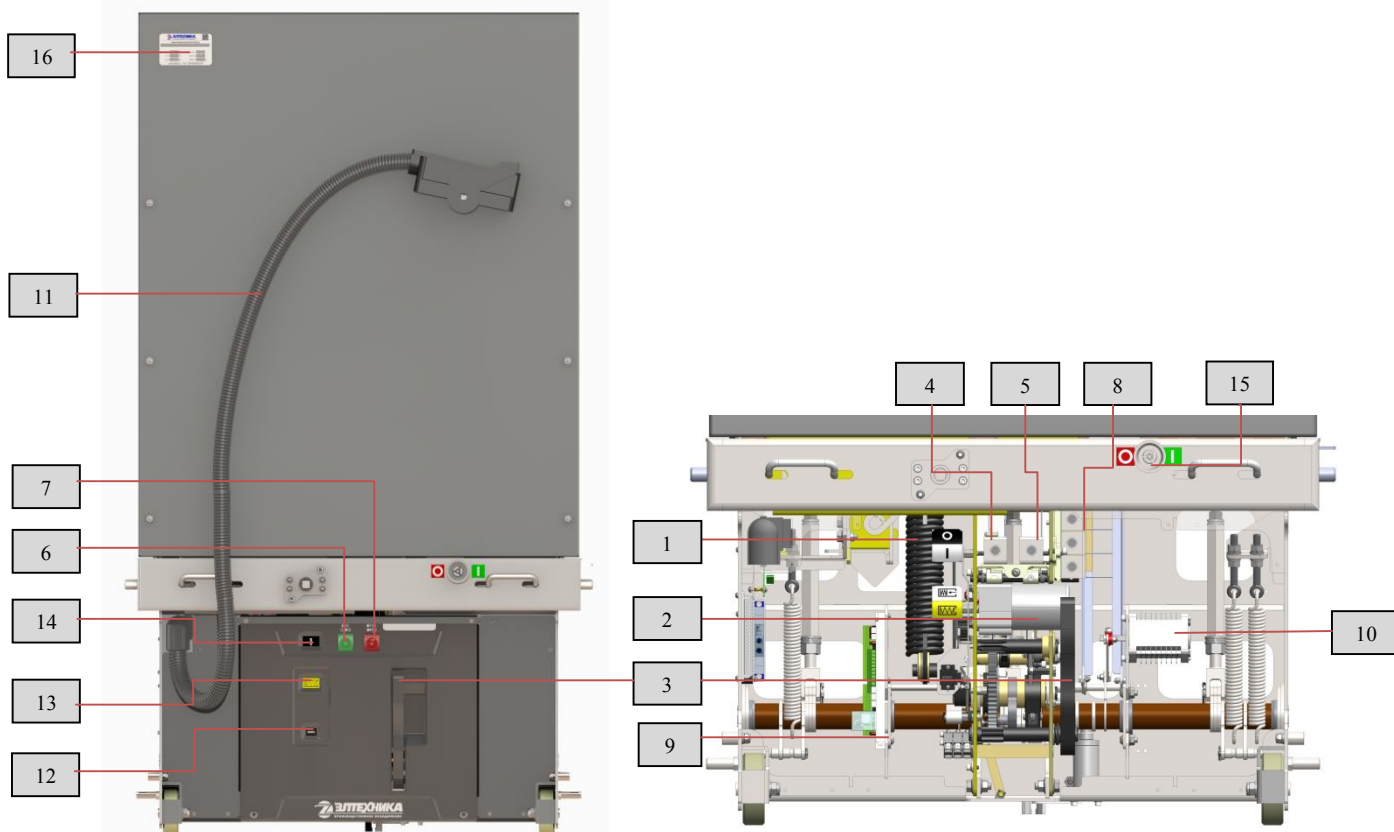
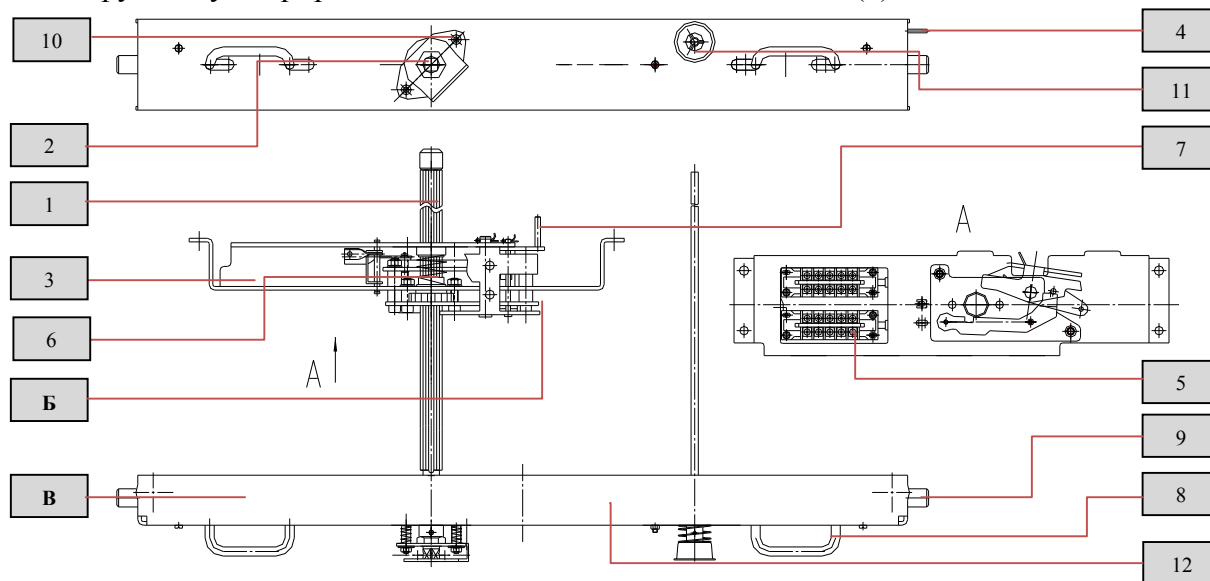
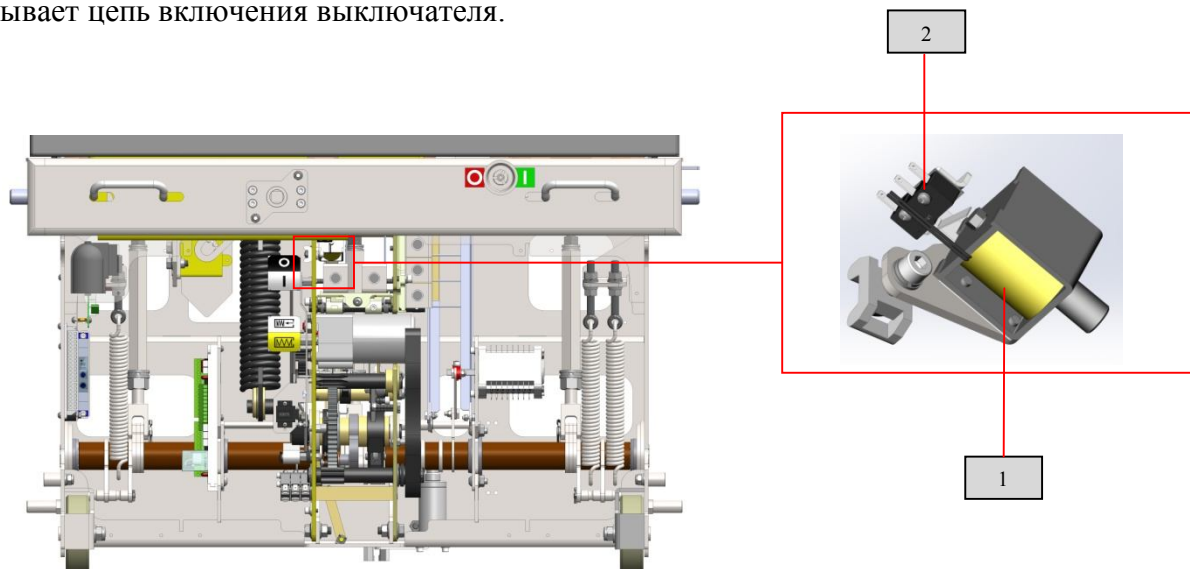

Рис. 3 Привод выключателя
Рис. 5 Тележка аппаратная
Рис. 6 Электромагнитная блокировка включения
Привод выключателя (рис. 3) представляет собой механизм, обеспечивающий размыкание и замыкание контактов ВДК с характеристиками, необходимыми для нормального функционирования выключателя.
Силовая пружина (1) удерживается во взведенном состоянии спусковым механизмом включения, который управляется электромагнитом включения (4) или кнопкой включения (6), или поворотом ключа оперирования рис. 6 установленного в гнездо (15). При подаче команды на включение спусковой механизм включения освобождает силовую пружину (1), которая переводит подвижные контакты ВДК во включенное положение, одновременно растягивая отключающие пружины привода (расположены снизу полюсов главной цепи) для подготовки привода к операции отключения, и дозводится (при наличии питания электродвигателя взвода пружины (2) для обеспечения возможности цикла О–ВО.
Тележка аппаратная (рис. 5) состоит из подвижной части (Б), к которой крепится выключатель при помощи 4 болтовых соединений М10, и неподвижной (В), являющейся опорой привода подвижной части. Перемещение подвижной части относительно неподвижной осуществляется посредством винта (1) при помощи рукоятки оперирования выкатным элементом (рис. 6), которая устанавливается в гнездо (2).
1.4.1.5.1. Механическая блокировка перемещения выкатного элемента (10) при открытой двери ячейки препятствует установке рукоятки оперирования выкатным элементом в гнездо (2) (рис. 5).
1.4.1.5.2. Внешняя механическая блокировка (4) расположена на правой боковой стенке неподвижной части тележки аппаратной и предназначена для обеспечения двусторонней механической связи с заземлителем и другими коммутационными аппаратами ячейки (рис. 5). Нажимная планка блокировки заземлителя (4) управляет шторкой гнезда оперирования заземлителем, разрешая оперирование им только в контрольном (выкаченном) положении выключателя. С другой стороны, механизм заземлителя воздействует на планку (4) и блокирует винт привода тележки (1), при включенном заземлителе (рис. 5).
1.4.1.5.3. Механическая блокировка включения выключателя (7) запрещает перемещение подвижной части (Б) тележки аппаратной из фиксированного положения (рабочего или контрольного) при включенном выключателе, а также блокирует включение выключателя в промежуточном положении подвижной части (Б) тележки аппаратной (рис. 5).
1.4.1.5.4. Блокировка от повторного включения препятствует подаче команды на повторное включение выключателя во включенном положении. В выключателе реализованы две блокировки от повторного включения: электрическая и механическая. Электрическая блокировка реализована на плате управления Х1 (9) (рис. 3) в схеме цепей управления выключателем (Приложение 2). Она препятствует подаче команды на электромагнит включения в дистанционном режиме. Механическая блокировка препятствует непосредственному воздействию на спусковой
1.4.1.5.6. Электромагнитная блокировка включения (рис.6) предназначена для блокировки кнопки "Включение" и соленоида включения. При отсутствии напряжения шток соленоида блокировки включения (1) блокирует кнопку " Включение", а микропереключатель (2) разрывает цепь включения выключателя.
Блок-контакты выключателя (11) (рис. 3) и блок-контакты силовой пружины (16) расположены на приводе выключателя. Блок-контакты тележки аппаратной (5) (рис. 5) расположены на подвижной части (Б) тележки аппаратной.
| 1 | взвод силовой пружины | ручной | Взвод силовой пружины производится при помощи рукоятки ручного взвода пружины в любом положении выключателя (рис. 6). Для этого необходимо установить рукоятку в гнездо на лицевой панели и перемещать рукоятку вверх/вниз по направлению стрелок на лицевой панели выключателя до момента перехода индикатора взвода пружины в положение «Пружина взведена» (рис. 4) |
| 3 | В | ручной | <ul style="list-style-type: none"> - Убедиться, что индикатор положения выключателя находится в положении «Отключено», индикатор взвода пружины – в положении «Пружина взведена»; - нажать кнопку «Включение» на лицевой панели и удерживать в течение 0,5–1,0 с (рис. 3) или установить ключ оперирования выключателем (рис.6) в гнездо оперирования на тележки аппаратной (17) (рис.3) и повернуть по часовой стрелке до упора и удерживать в течении 0,5-1,0 с. - по характерному звуку и положению индикатора положения выключателя на лицевой панели (рис. 4) убедиться в успешном выполнении операции: <ul style="list-style-type: none"> - индикатор положения выключателя должен перейти в положение «Включено» |
| 5 | О | ручной | <p>Операция отключения возможна при любом положении индикатора взвода силовой пружины!</p> <ul style="list-style-type: none"> - убедиться, что индикатор положения выключателя находится в положении «Включено» (рис. 4); - нажать кнопку «Отключение» на лицевой панели и удерживать в течение 0,5–1,0 с (рис. 3); или установить ключ оперирования выключателем (рис.6) в гнездо оперирования на тележки аппаратной (17) (рис.3) и повернуть против часовой стрелке до упора и удерживать в течении 0,5-1,0 с. - по характерному звуку и положению индикатора положения выключателя убедиться в успешном выполнении операции: индикатор положения выключателя должен перейти в положение «Отключено» |
| 9 | перевод выключателя из контрольного положения в рабочее положение (выкатывание) | ручной | - Установить рукоятку оперирования выкатным элементом (рис. 6) в гнездо до появления характерного щелчка. При отсутствии щелчка убедиться, что дверь отсека полностью закрыта; - выполнить ~ 45 полных оборотов рукоятки по часовой стрелке. На завершающем участке хода (3–4 оборота) допустимо увеличение сопротивления вращению рукоятки вследствие процесса стыковки ламелей контактных систем главной цепи; - извлечь рукоятку из гнезда привода тележки аппаратной |